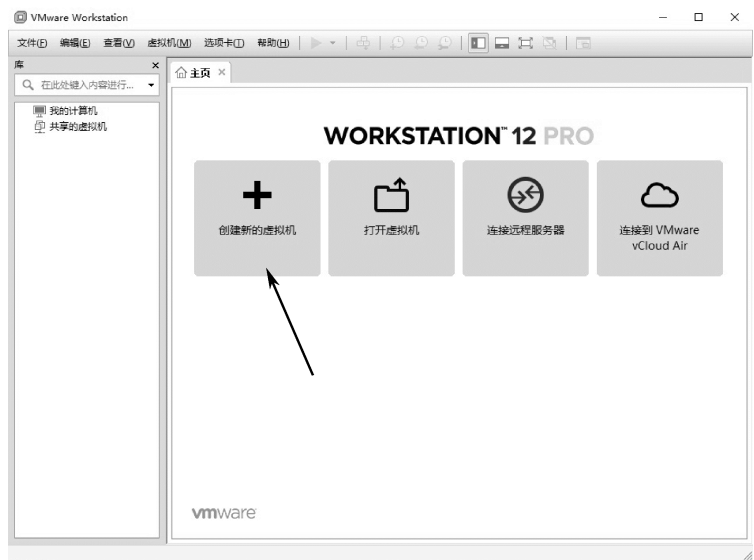

图 12-10 VMware 主界面
(1) 双击桌面上的“VMware Workstation Pro”图标，即可进入 VMware 主界面。如图 12-10 所示。